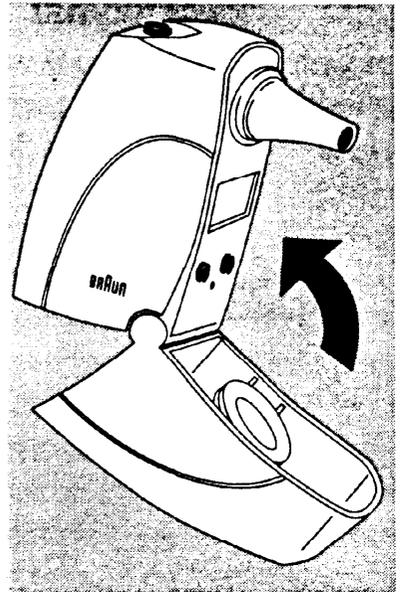

Abb. 13
- Die Linse der Meßspitze ist das empfindlichste Teil des Thermometers. Sie ist mit einer weichen, dünnen Membrane überzogen, die die Wärmestrahlung zum Sensor durchläßt. Um die Genauigkeit des Instrumentes zu gewährleisten, ist es unumgänglich, die Linse der Meßspitze stets sauber und intakt zu halten und immer mit einer sauberen Schutzkappe zu schützen. Fingerabdrücke, Ohrenschmalz, Staub und andere Verunreinigungen beeinträchtigen die Durchlässigkeit zum Sensor und führen zu niedrigeren Temperaturanzeigen. Denken Sie immer daran, das Thermometer nach dem Gebrauch nur im **zusammengeklappten** Zustand aufzubewahren (Abb. 13).